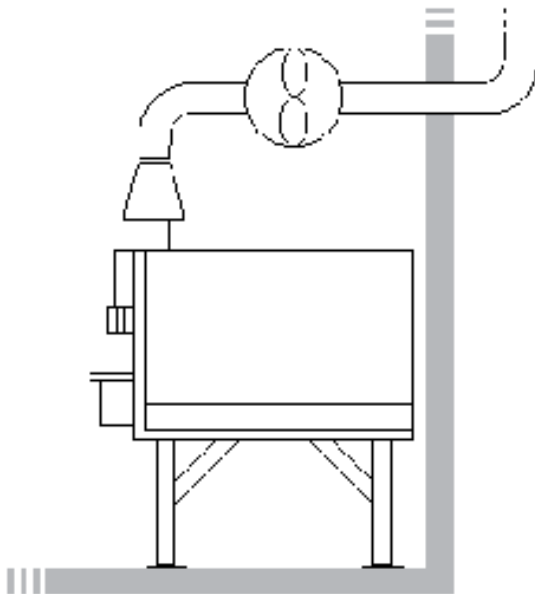

FIG N.2
2) **Принудительная вытяжка:** подключение к дымоходу с принудительной тягой, работающему эффективно благодаря антиветровым соединениям (смотри рис. fig. N.2)